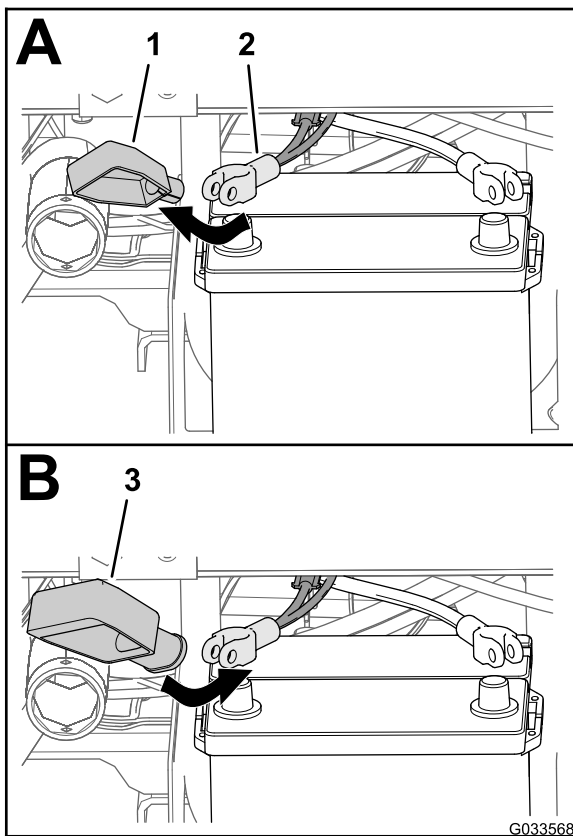

Figura 26
2. Îndepărtai capacul (îngust) de pe cablul pozitiv al bateriei (Figura 26).
3. Instalezi capacul lat al bateriei peste cablul pozitiv al bateriei, aa cum este indicat în Figura 26.